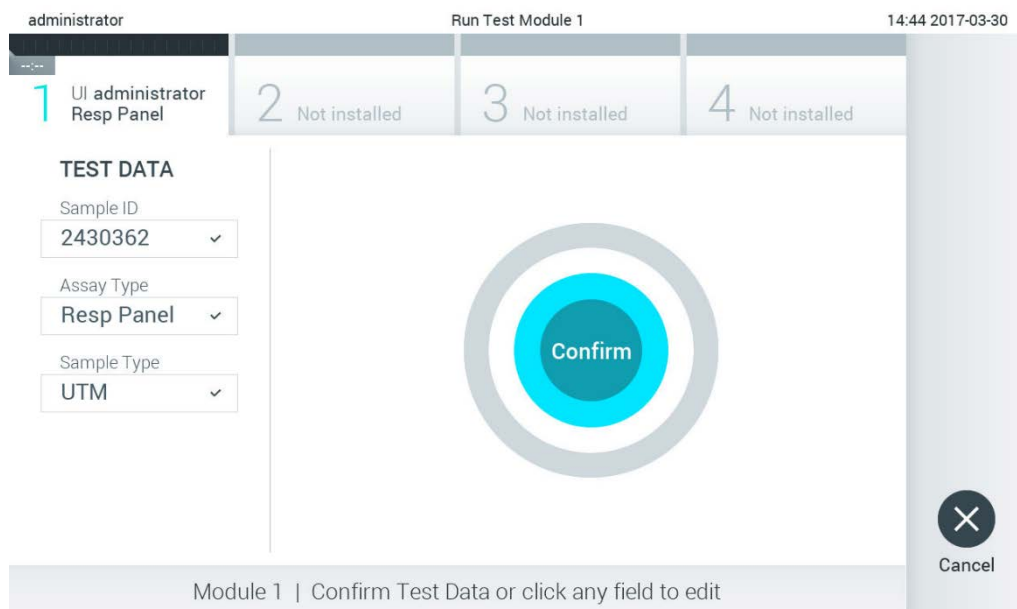

Figura 26. Schermata Confirm (Conferma).
5. Verrà visualizzata la schermata Confirm (Conferma). Rivedere i dati immessi e apportare le modifiche necessarie premendo sui campi pertinenti sul touchscreen e modificando le informazioni (Figura 26).